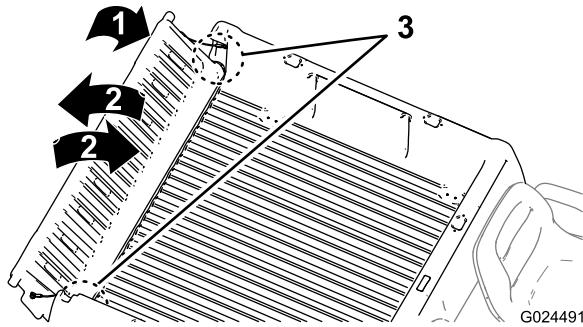

Рисунок 13
2. Поверните откидной борт приблизительно в положение 45° (Рисунок 13).
3. Короткими движениями, встряхивая, поверните откидной борт назад и вперед несколько раз (Рисунок 13).